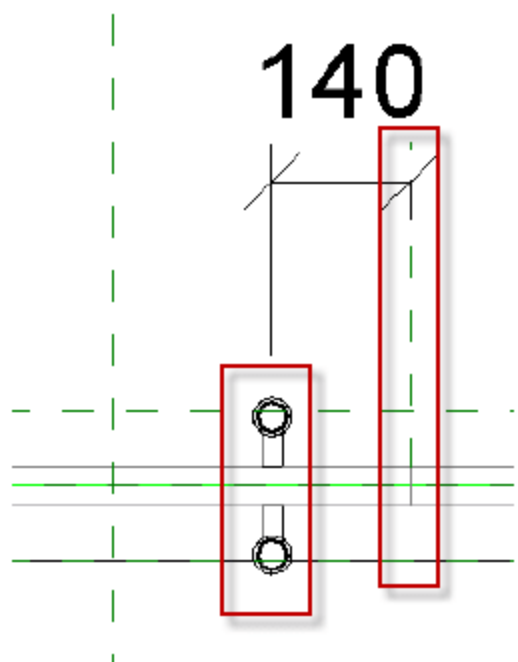
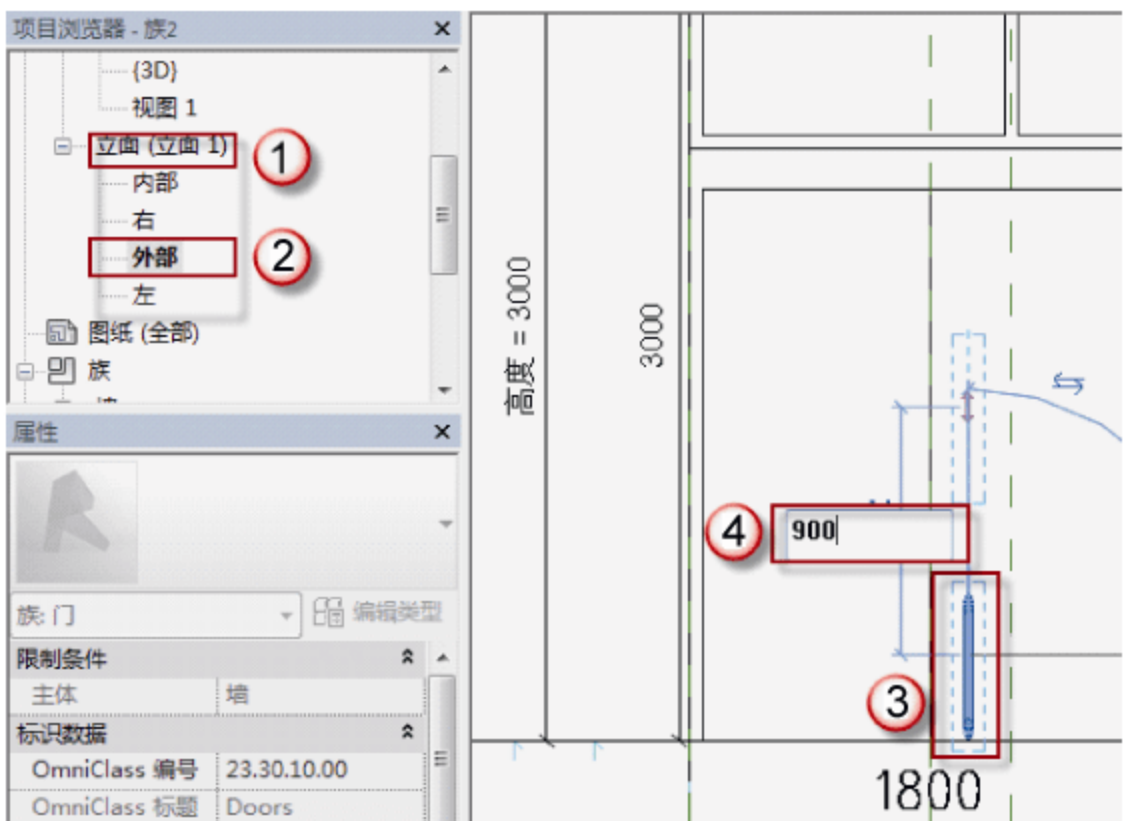

图 6.3.33 调整立式长拉手 1 水平位置
图 6.3.34 调整立式长拉手 1 竖直位置
(30) 调整门锁位置。按快捷键 R+P 在门中轴处绘制一条辅助线，并按快捷键 M+V 将“立式长拉手 1”族移动至距离该辅助线 140mm 处，如图 6.3.33 所示。选择“项目浏览器”中的“立面（立面 1）”→“外部”选项，进入门的外部立面视图。选择族“立式长拉手 1”，按快捷键 M+V，左键向上拖动并输入“900”，按 Enter 键，如图 6.3.34 所示。最后按两次快捷键 M 将“立式长拉手 1”族镜像复制到对称位置，对称轴选择门的中轴线。